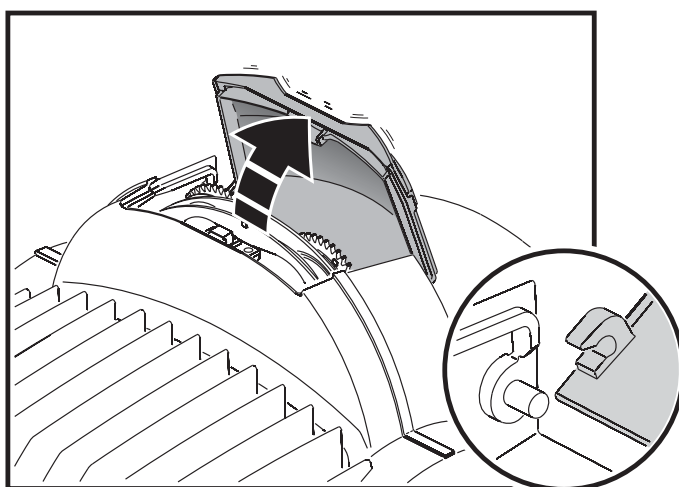

Figure 9: Trappe d'accès aux effets
La trappe du MAC 350 Entour (voir Figure 9) donne un accès immédiat aux filtres de gobos et de couleurs. Pan et tilt sont automatiquement désactivés et le message **EFHA** s'affiche dès l'ouverture de la trappe.
2. Voir Figure 9. Ouvrez la trappe d'accès aux effets.